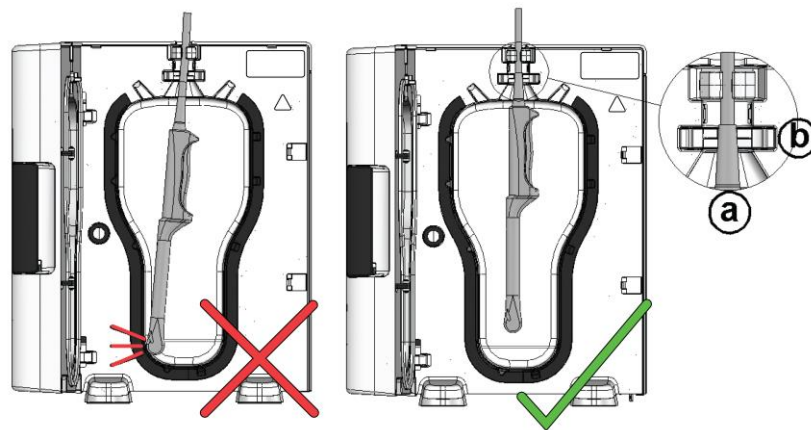

Abbildung 10
3. Die Sonde wird von zwei Klammern sicher in der Kammer gehalten. Siehe Abbildung 10.
Die Sonde hat hinten am Griff eine kurze Manschette, die das elektrische Kabel abdeckt. Dies ist die Sondenstopfbuchse. Siehe Abbildung 10(a).